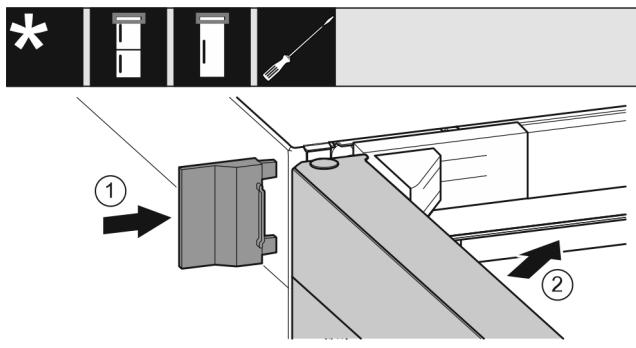

Fig. 22
- Насуньте зовнішню кришку. Fig. 22 (1)
- Закройте верхні дверцята. Fig. 22 (2)